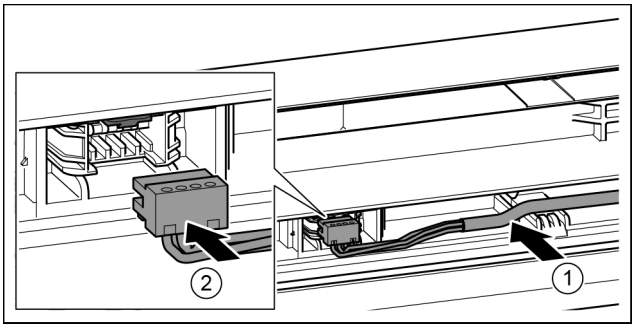

Fig. 38
- ▶ Sivý kábel vložte do vedenia v horných dverách. Fig. 38 (1)
- ▶ Zaklapnite zástrčku. Fig. 38 (2)